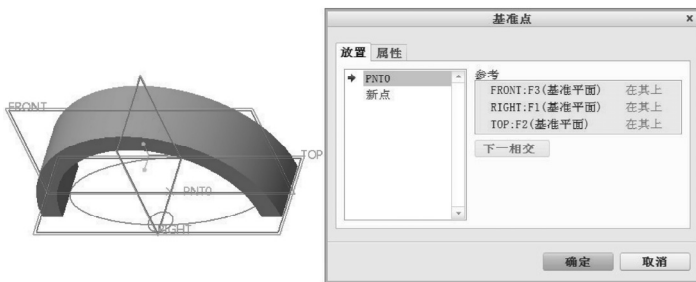

图 3-36 在 3 个基准平面的相交处创建基准点
- 2) 选择 FRONT 基准平面，按住 <Ctrl> 键的同时依次选择 RIGHT 基准平面和 TOP 基准平面，如图 3-36 所示，从而在选定的 3 个基准平面的相交处创建一个新点“PNT0”。